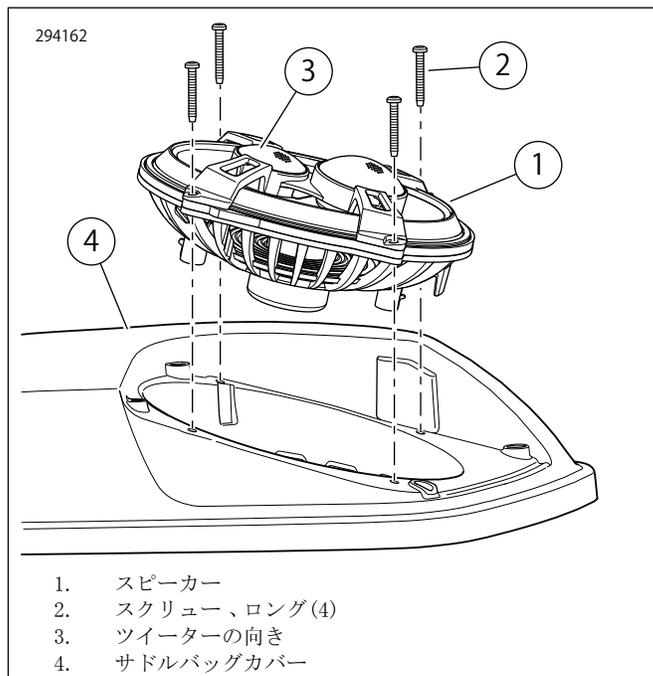

図7。スピーカーの向き
13. 図7を参照してください。小さいツイータースピーカー(3)を図に示すようにサドルバッグの後方に向けて配置します。